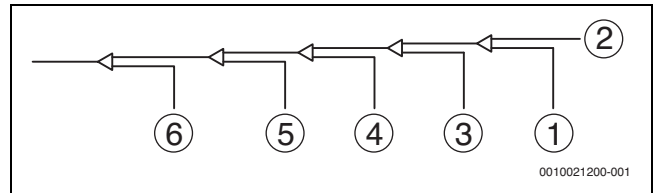

Fig. 14
8. Purgar las demás aberturas de la misma manera, trabajando en secuencia de la unidad interior A en dirección de las unidades exteriores. Véase la fig. 14.